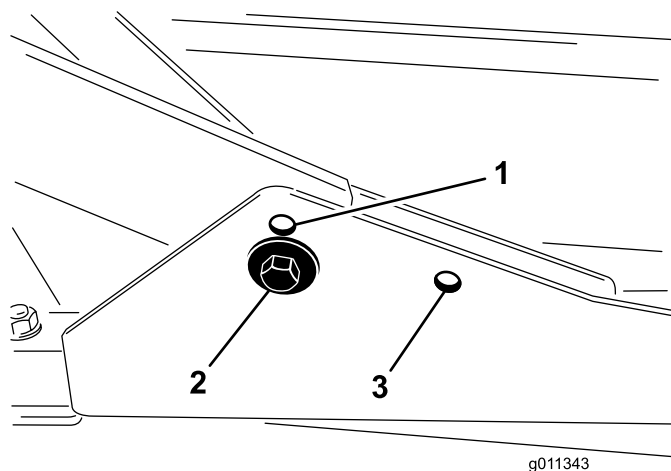

Рисунок 7
1. Для высоты скашивания в диапазоне от 2,0 до 7,6 см передние несущие рамы следует закрепить в нижних передних монтажных отверстиях (Рисунок 7).
верхних передних монтажных отверстий (Рисунок 7).
Для любой высоты скашивания закрепите режущую деку в задних монтажных отверстиях (Рисунок 7).